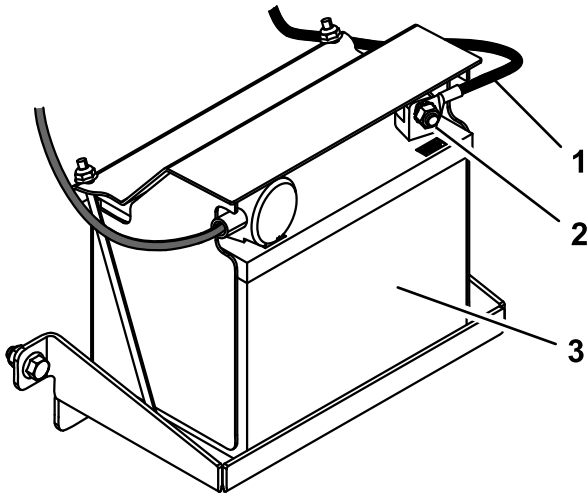

Figura 6
2. Conecte el cable negativo de la batería al borne negativo (-) de la batería con el perno y la tuerca conectados al cable (Figura 6).